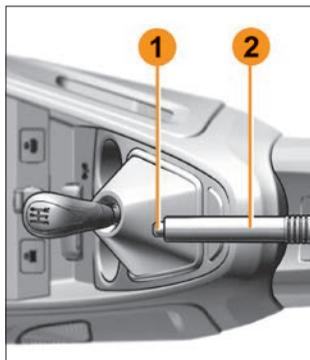

Рис. 3.8.1. Рычаг стояночного тормоза
Включение стояночного тормоза. Потяните рычаг 2 (рис. 3.8.1) вверх и убедитесь, что автомобиль надежно заторможен. Горящий сигнализатор (P) в комбинации приборов указывает на включенный стояночный тормоз.